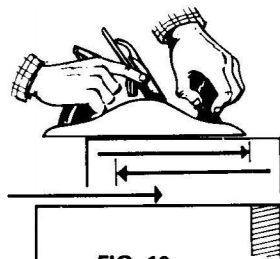

FIG. 13
- To improve cutter performance, it is recommended that the procedure described in 4.1(C) is used to 'back-off' or polish the flat surface of the iron prior to honing.
- After removing the burr, 4.1(C) strop the edge with a piece of leather, or draw the edge through a piece of soft wood.
- Work from edge to middle when planing end-grain (Fig. 13).
**SOLUTION:** Coupe trop grossière - Réduire la profondeur de coupe. Un mauvais positionnement du contrefer entraîne le passage des copeaux entre le fer et le contre-fer. Remeuler le tranchant du contre-fer sur une pierre à huile (Fig. 13).